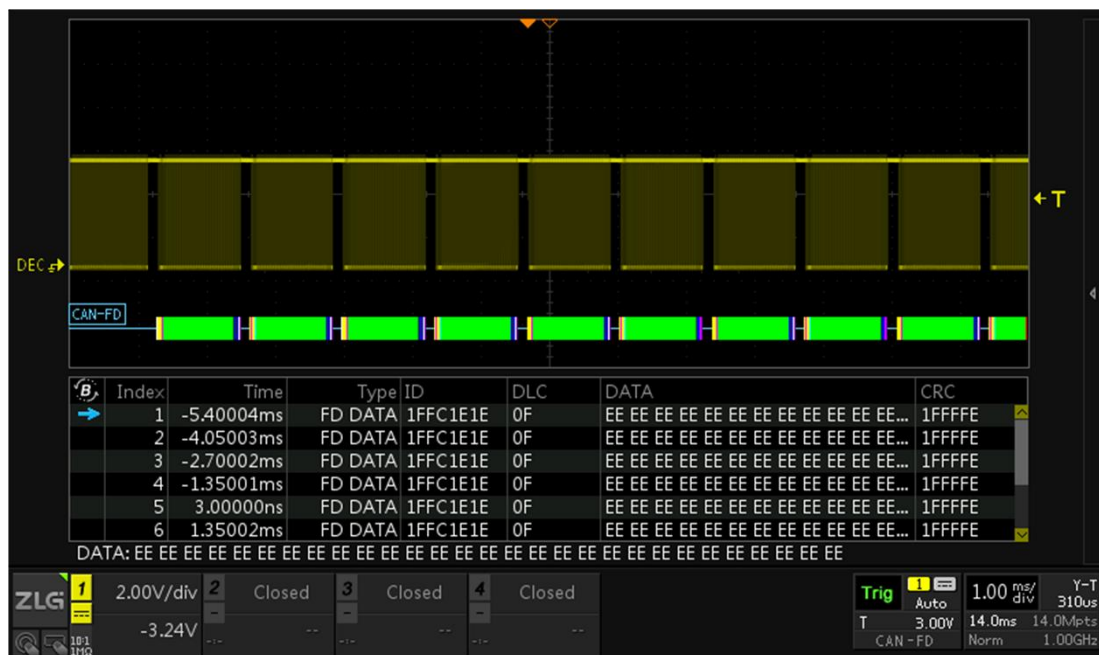

图 15.21 CAN-FD 解码效果
- 6、 配置好协议参数后打开事件表即可查看所有的解码数据列表，如图 15.21 所示，旋转旋钮 B 可选中对应的数据帧，短按旋钮 B 可定位选中的数据帧对其进行分析。